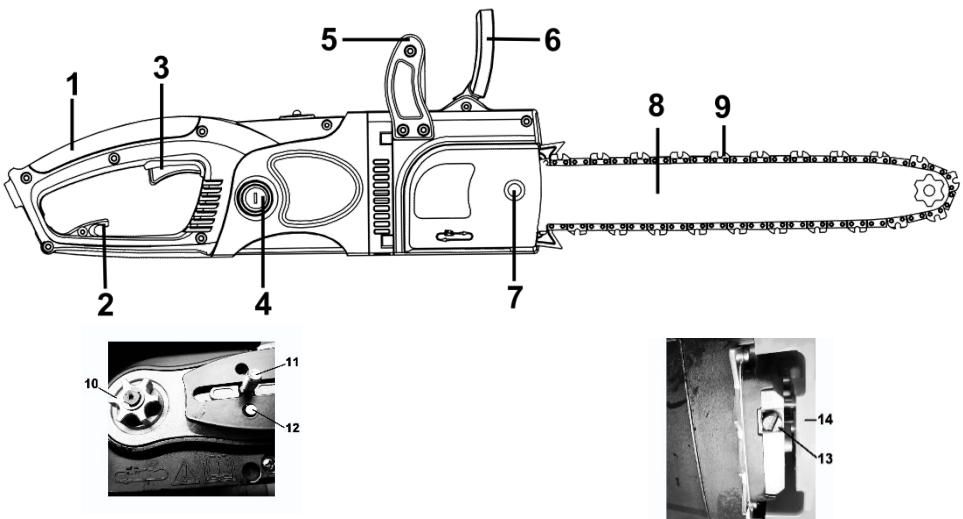

Рисунок 1
корпусу з органами управління та захисту (1,3,5,6); пиляльної гарнітури у складі шини (8), пиляльного ланцюга (9), однофазного колекторного двигуна з подвійною ізоляцією, який встановлений по «подовжній» схемі – вісь двигуна паралельна осі виробу, при цьому рух на приводну шестерню (10) ланцюга передається під кутом 90° через конічний редуктор; системи зчеплення з відцентровою муфтою та гальмами – згідно рис. 1.
4.1.1 Для увімкнення виробу натисніть на кнопку блокування від випадкового увімкнення (розташована з лівого боку основної рукоятки), а потім на важіль перемикача (3) (рис. 1). Для відключення виробу слід важіль відпустити.